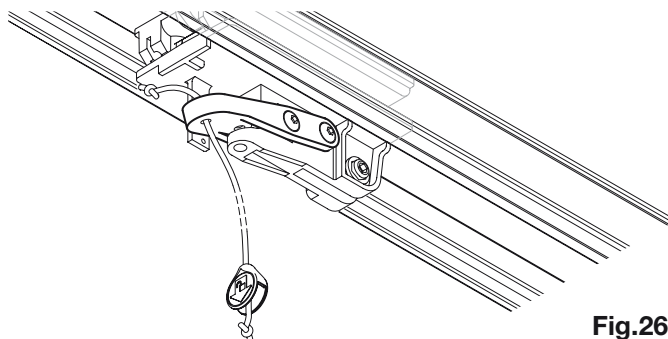

Fig.26
9) Nouer le cordon de déblocage au levier du groupe de déblocage, comme représenté en figure 26.